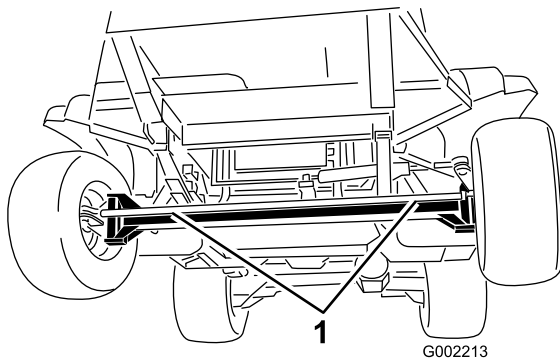
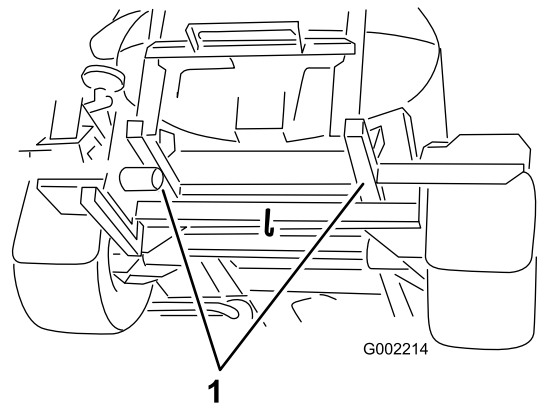

图29
图30
2. 在机架上系上拖绳。请参照 图29 和 图30 上的前后牵引点。